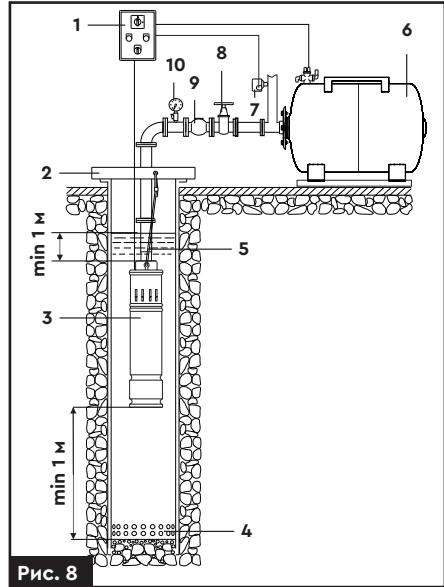

Рис. 8
- › Насос повинен розташовуватися на відстані не менш 1 м від сітчастого фільтра грубого очищення (рис. 8).
- › Рівень води в свердловині повинен бути не нижче 1 м від напірного патрубку насоса (рис. 8).
Схема монтажу трубопроводів (рис. 8)